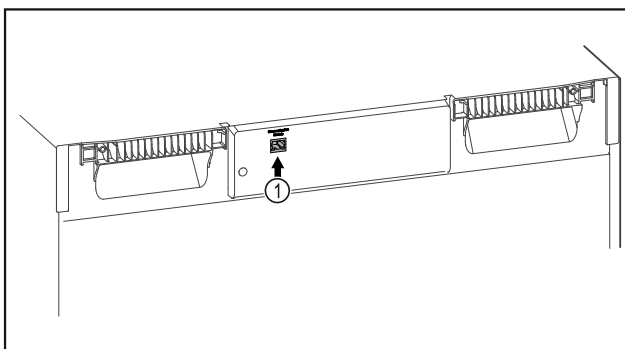

Fig. 102
- ☐ SmartModule Fig. 102 (1) on otettu käyttöön.